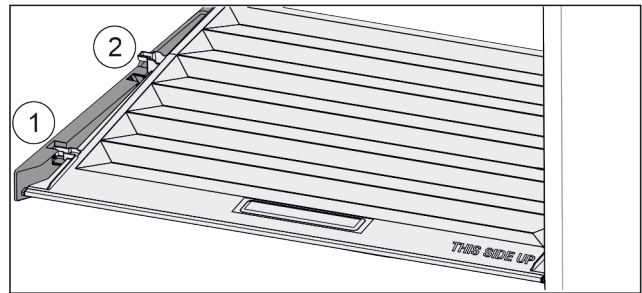

Fig. 82
- ▶ Потянуть крышку до отверстия в поддерживающих деталях вперед Fig. 82 (1).
- ▶ Поднять сзади снизу и извлечь Fig. 82 (2) движением вверх.